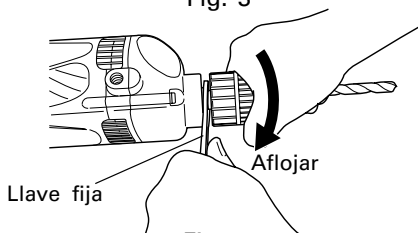

Fig. 4
- (2) Sujete el anillo firmemente y gire el manguito en el sentido de las agujas del reloj. Apriete firmemente.
- (3) Para sacar la broca, sujete el anillo firmemente y gire el manguito en el sentido contrario a las agujas del reloj.
- (4) Si no consigue aflojar el manguito, fije el husillo utilizando una llave fija, sujete el manguito firmemente y gírelo en la dirección de aflojamiento (en sentido contrario a las agujas del reloj visto desde adelante). (Fig.4)